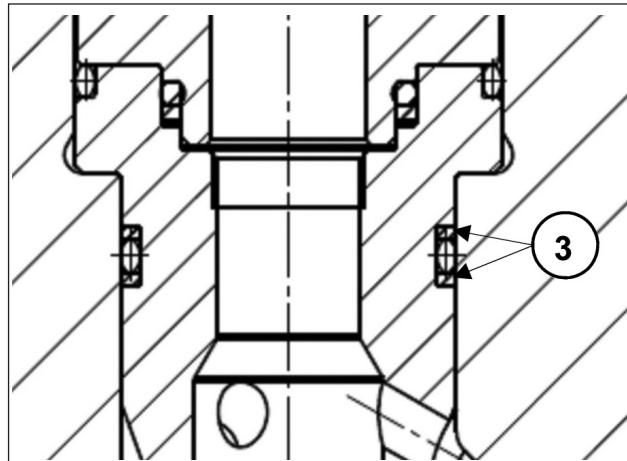

Abb. 28
- Setzen Sie die Saug- und Druckventilgruppen samt Hülsen bis auf Anschlag in ihren Sitz am Kopf ein. Achten Sie insbesondere darauf, nicht die Stützringe der Hülsen (Abb. 28, Pos. ③) zu beschädigen. Gehen Sie zum vorschriftsmäßigen Einsetzen und Ausrichten der Ringe in den entsprechenden Sitzungen folgendermaßen vor: